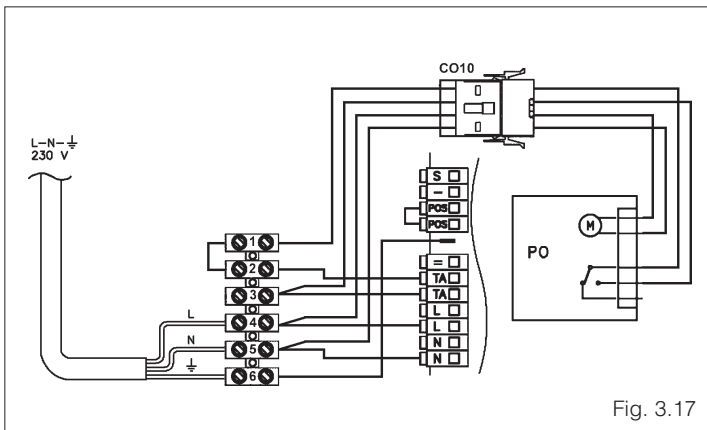

Fig. 3.17
- aprire il pannello di comando (fig. 3.17 e 3.18)
- collegare i cavi elettrici agli appositi morsetti come indicato negli schemi (fig. 3.17 e 3.18)
- ⚠ Nel caso sia previsto il montaggio del programmatore orario senza il termostato ambiente spostare il ponticello dai morsetti 2-3 ai morsetti 1-2 (fig. 3.17).